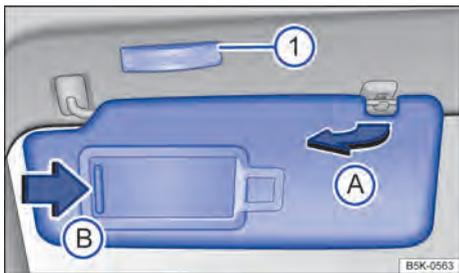

Fig. 84 No revestimento do teto dianteiro: para-sol.
- Retirar do suporte e virar na direção das portas ⇒ Fig. 84 (A).